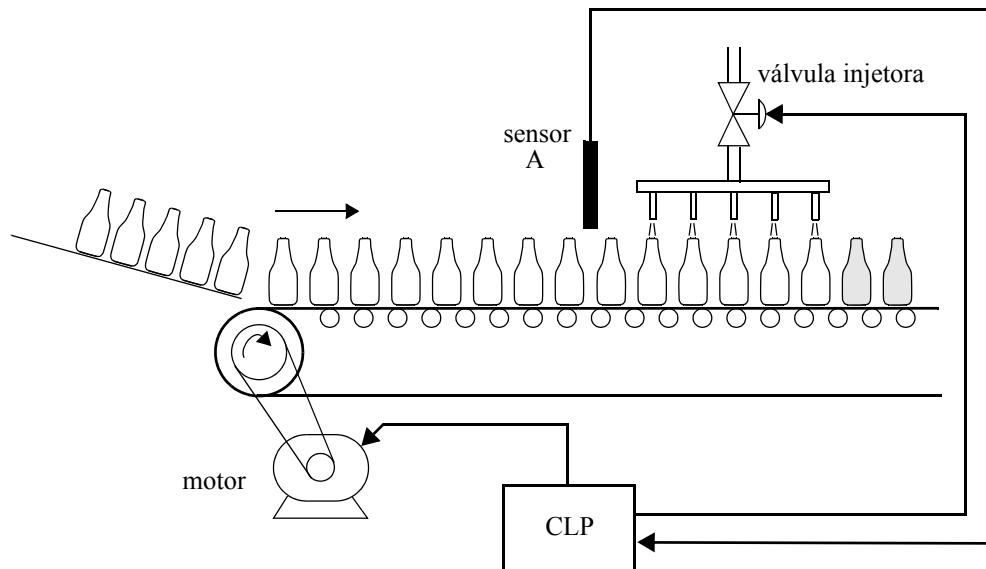

Figura 4.5 Engarrafadora
- a) Deseja-se engarrafar bebidas de modo automático utilizando-se um CLP. As garrafas movimentam-se através de uma esteira rolante acionada por um motor elétrico, o qual é ligado e desligado pelo CLP, conforme a Figura 4.5. Quando cinco garrafas passarem por um sensor de presença (Sensor A), o motor deve ser desligado e um conjunto de cinco bicos injetores de cerveja deve ser acionado por 10 segundos (para encher as garrafas); após esses 10 segundos, o motor da esteira deve voltar a movimentá-la, até que outras cinco garrafas vazias passem pelo Sensor A; quando isso ocorrer, o processo se repetirá.